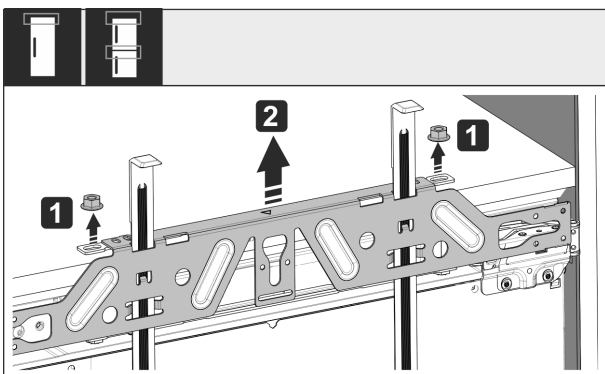

Fig. 54
- ▶ Ослабте контргайку Fig. 54 (1).
- ▶ Зніміть кріпильну поперечку Fig. 54 (2).